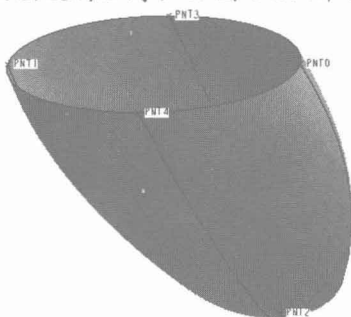

图1-36
6. 绘制边界混合曲面, 如图 1-36 所示 (绘制曲面前需要将两条曲线在基准点 “PNT2” 处打断)。